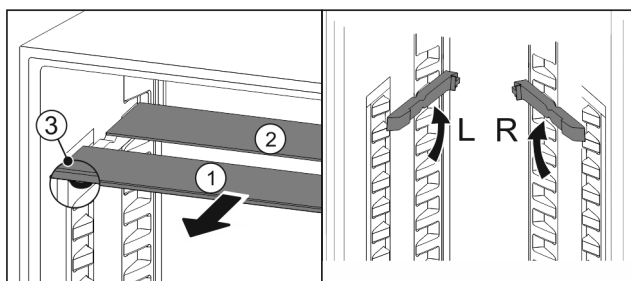

Fig. 26
- ▶ estrarre i ripiani di vetro singolarmente tirando in avanti Fig. 26 (1).
- ▷ Il piano in vetro Fig. 26 (1) con il motivo ornamentale è nella parte anteriore.
- ▷ I fermi Fig. 26 (3) sono rivolti verso il basso.